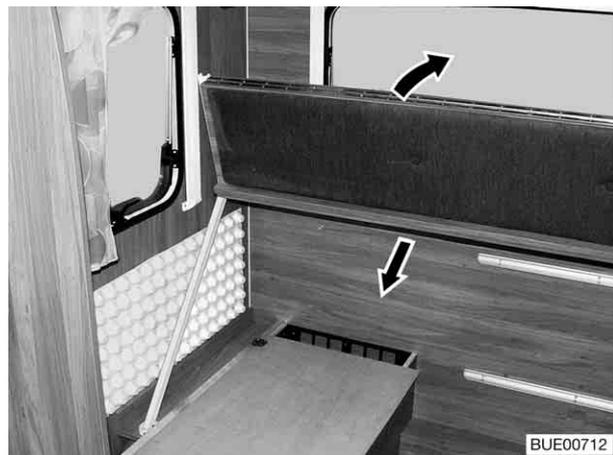

Bild 60 Klappbett schwenken
- Während der Aufwärtsbewegung den unteren Rand der zusammengeklappten Liegefläche nach vorne ziehen und den oberen Rand nach hinten kippen (Bild 60).